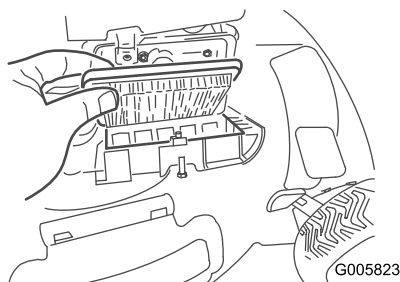

Figura 41
2. Cambie el filtro de aire (Figura 41).